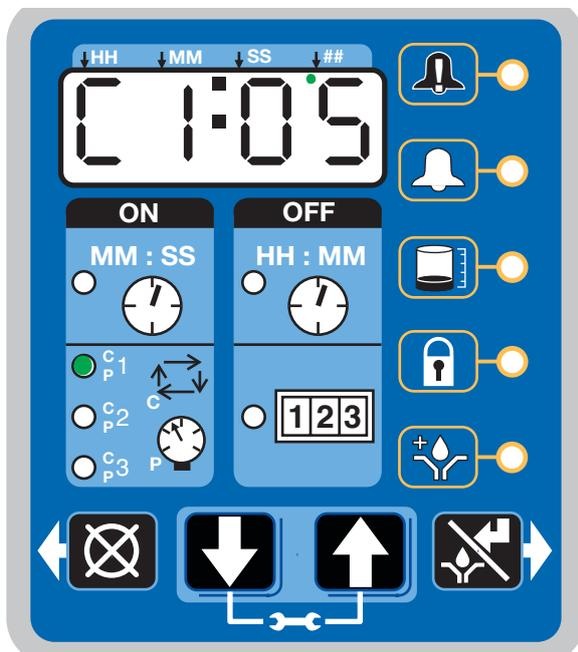

FIG. 49
- L'écran indique le capteur (C1, C2, C3) et les cycles restants pour ce capteur (FIG. 49).
L'exemple illustré à la FIG. 49 montre le capteur C1 avec 5 cycles restants.